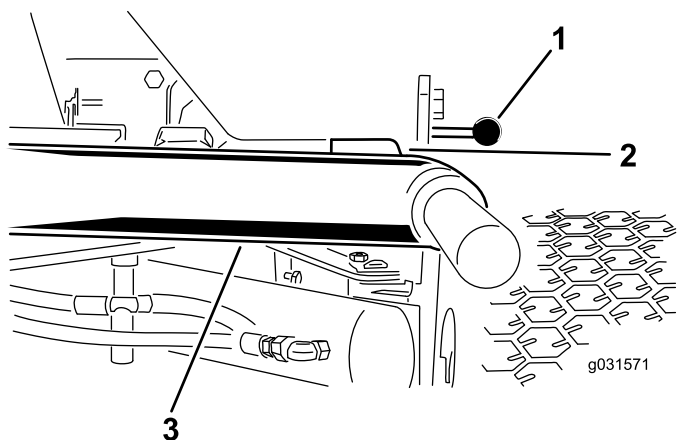

Bild 12
1. Lassen Sie den Motor an, heben die Mähwerke an und vergewissern Sie sich, dass der Abstand zwischen jedem Hubarm und der Halterung der Bodenplatte zwischen 5 mm und 8 mm liegt, siehe (**Bild 12**).